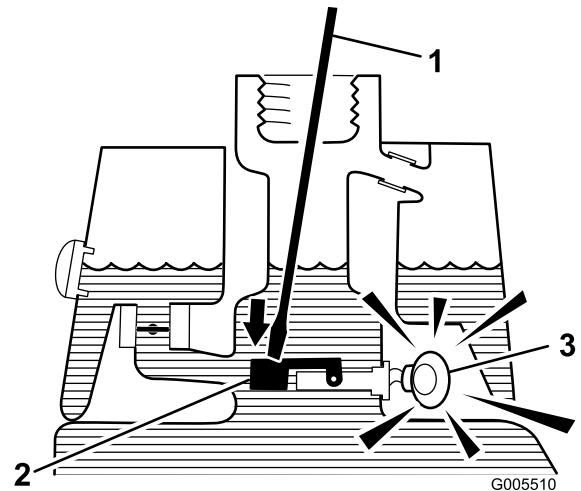

Bild 31
3. Stecken Sie eine saubere Stange oder einen Schraubenzieher in den Tankeinfüllstutzen und drücken Sie den Schwimmerschalter leicht nach unten (Bild 31). Der Alarm sollte nach einer Sekunde ertönen.